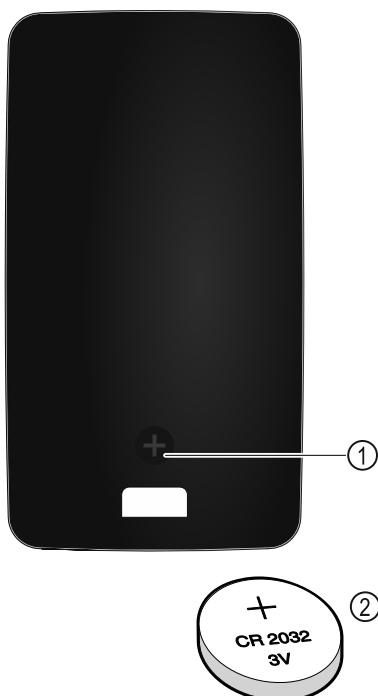

Fig. 229
Fjärrkontrollen drivs med ett knappbatteri av typen CR 2032 3V Fig. 229 (2), som du kan köpa i fackhandeln.
- Skruva ut skruven Fig. 229 (1) på baksidan av fjärrkontrollen.